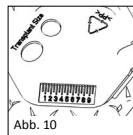

Abb. 10
■ **Abb. 1b/10** Die eingearbeiteten Schablonen auf der Rückseite der Sizer Disk (Abb. 1b) zeigen die Minimalgröße des Transplantats zur Unterfütterung des Trommelfells (Abb. 10). Oval: bei ovaler Prothesenkopfplatte; Rund: bei runder Prothesenkopfplatte
■ **Abb. 10** Die Millimeterskala dient allgemeinen Vergleichsmessungen, die im Rahmen einer Mittelohroperation hilfreich sein können. Grundsätzlich kann die Rückseite auch als Ablage oder Präparationsfeld für diverse Vorgänge, wie z.B. der Transplantatbearbeitung oder der Zwischenlagerung, verwendet werden.